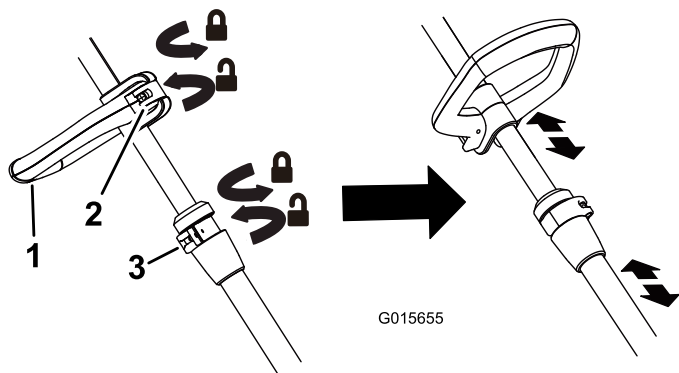

Figura 3
- Para ajustar la altura de la empuñadura, abra la palanca del pestillo, deslice la empuñadura hacia arriba o hacia abajo hasta la altura deseada y cierre la palanca del pestillo (Figura 3).
- Para ajustar la altura de la desbrozadora, abra la palanca de ajuste y deslice el mástil hacia arriba o hacia abajo a la altura deseada, luego cierre la palanca (Figura 3).